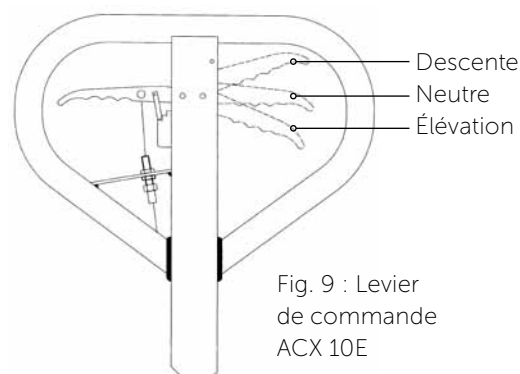

Fig. 9 : Levier de commande ACX 10E
Si nécessaire, régler le levier de commande comme décrit ci-dessous (fig. 9) :
- Si le levier de commande se trouve en position « Descente » et que les bras de fourche ne se déplacent pas vers le bas, tourner l'écrou de réglage dans le sens des aiguilles d'une montre jusqu'à obtenir l'effet correspondant à la position de poignée. Contrôler ensuite la position « Neutre » conformément à la fig. 9 et s'assurer que la position de l'écrou de réglage est correcte.